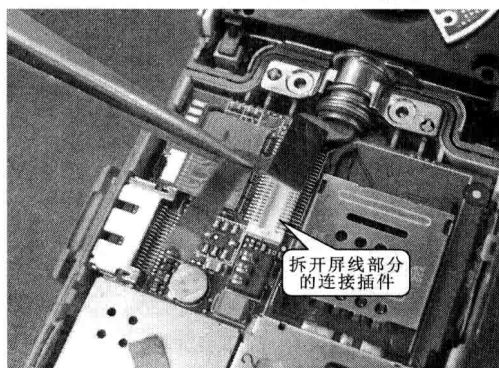

图 1-21 拆卸步骤⑮
步骤⑮ 用镊子将屏线部分的连接插件取下，取下时应注意，不能用力过大，如图 1-21 所示。